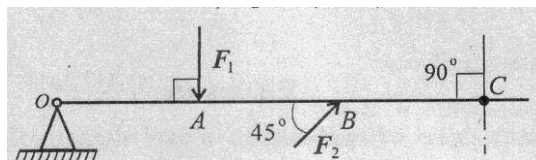

Рис.14
3. Какую силу необходимо приложить в точке С, чтобы алгебраическая сумма моментов относительно точки О была равна нулю?(рис.14)